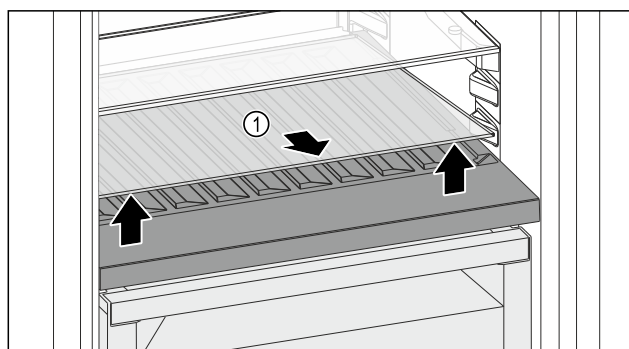

Fig. 221
- Glasplatte Fig. 221 (1) an der Aussparung vorne anheben und herausnehmen.
- Glasplatte Fig. 221 (1) außerhalb des Geräts sicher aufbewahren.
- Glasplatte (2) unter der variablen Flaschenablage einlegen.